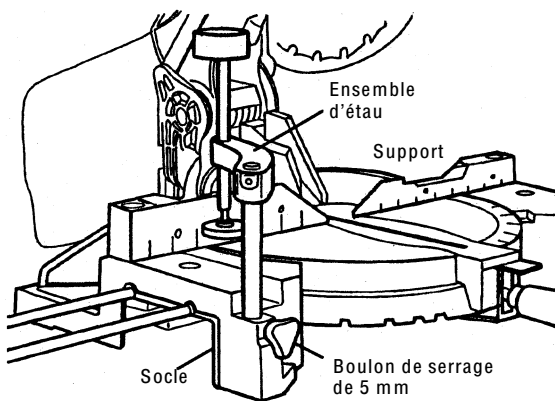

Fig. 18
(1) L'ensemble d'étau pourra être monté sur le socle gauche ou sur le socle droit, et il pourra être relevé ou abaissé en fonction de la hauteur de la pièce.
① Insérer le support de l'ensemble d'étau dans l'orifice situé sur le socle gauche ou sur le socle droit.
② Puis, visser le boulon de serrage de 5 mm comme indiqué à la Fig. 18.